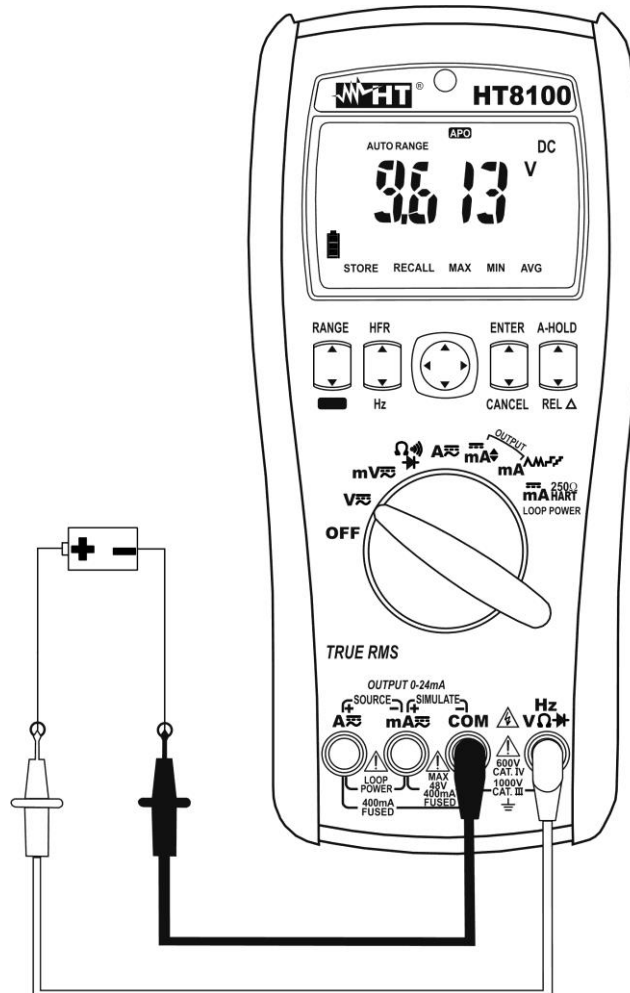

Fig. 2: Uso dello strumento per misura di Tensione DC
7. La visualizzazione del simbolo "-" sul display dello strumento indica che la tensione ha verso opposto rispetto alla connessione di Fig. 2.